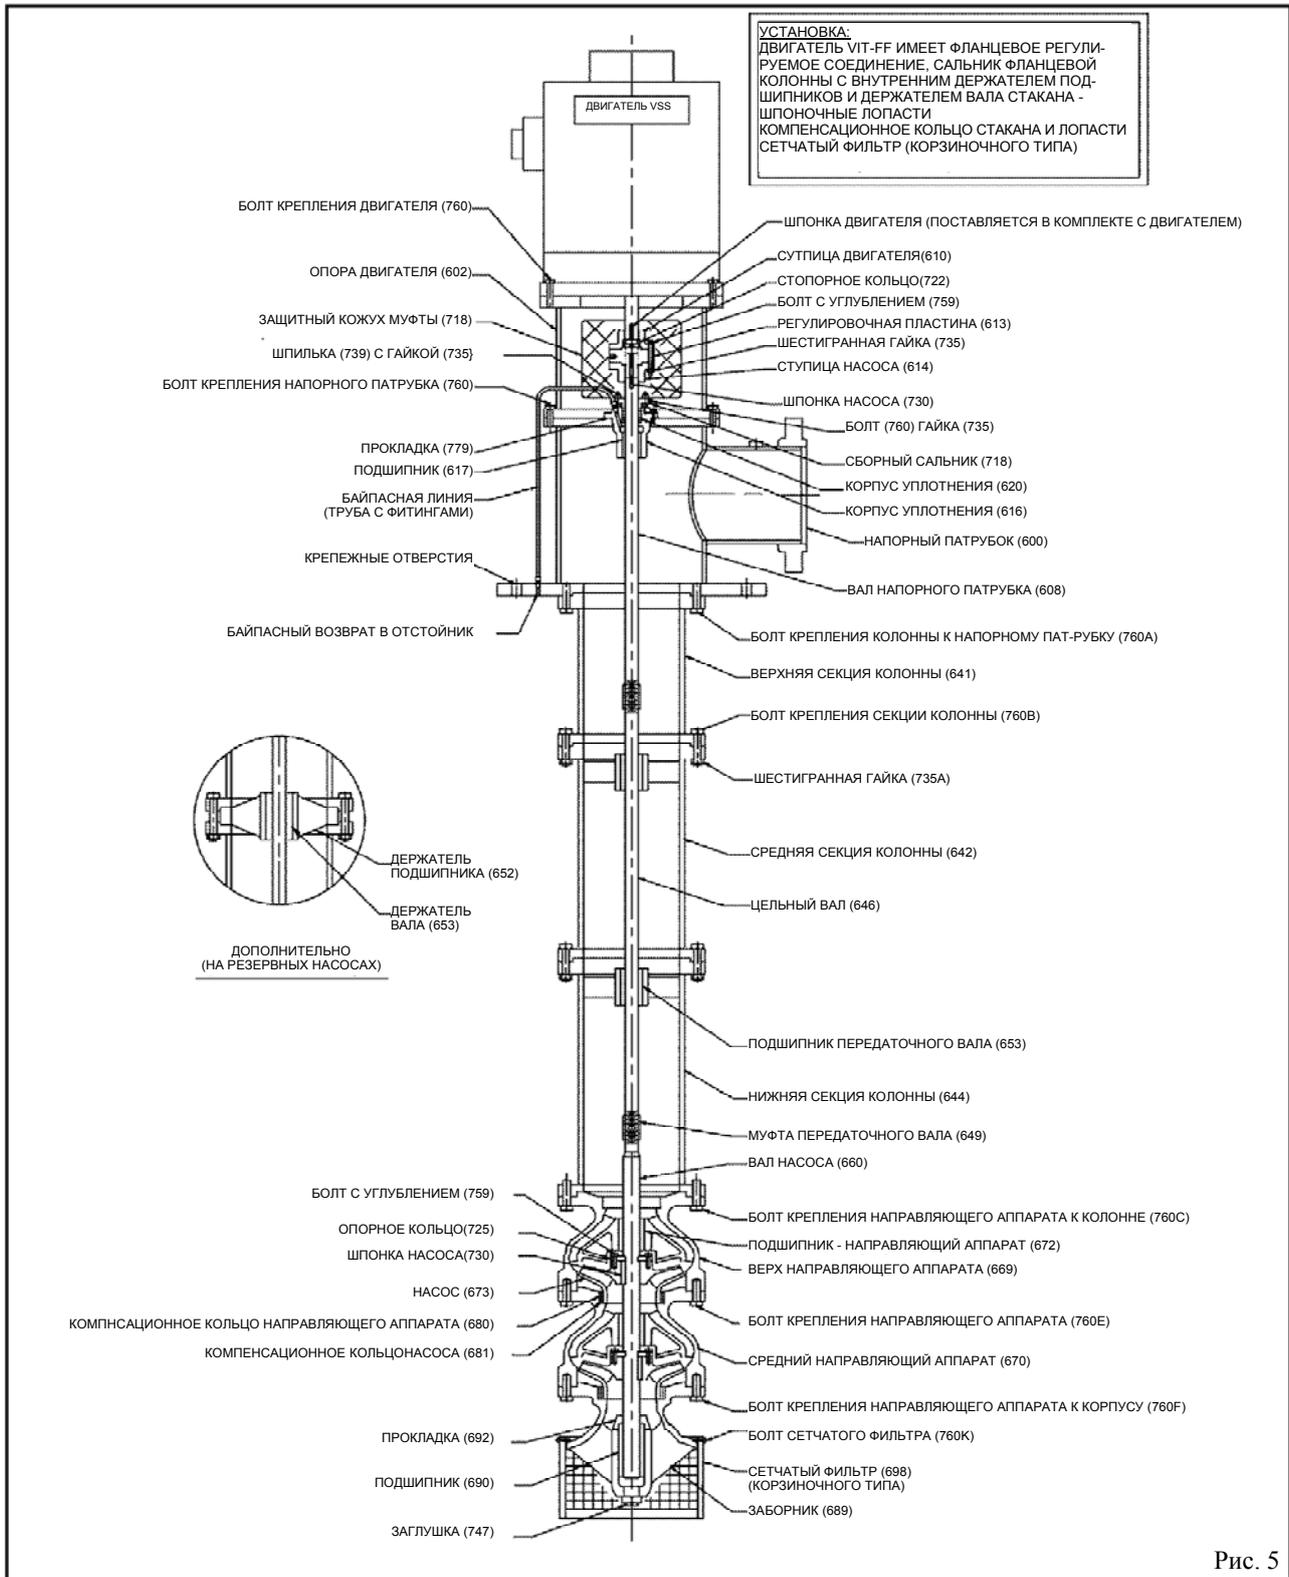

Рис. 5
1. Проверьте передаточный вал (608) и вал насоса (646) на предмет отсутствия деформаций (искривления). Средний показатель общих отклонений должен быть менее 0.0005" TIR (0.013 мм) на фут (0.305 м), не превышать 0.005" T.I.R. (0.127 мм) на каждые 10 футов (3 м) вала.
2. См. Рис. 5. Нанесите тонкий слой смазки на вал насоса (646) и на резьбу соединения (649) (для не истирающегося, или Molykote для истирающегося материала). Закручивайте вручную до тех пор, пока не почувствуете сопротивление. Тонкая проволока, вставленная в высверленное отверстие в центр соединения, может быть использована в качестве щупа для определения правильного положения соединения (муфты) на вале насоса. Удалите проволоку после установки муфты. Завершите соединение, используя пару газовых ключей, один на верху вала насоса (660) и другой на соединении (649). Вставьте верхний вал в соединение до упора. Не используйте газовые ключи на поверхности шейки подшипника.
6. Расположите держатель подшипника (653) с подшипником (652) над валом насоса (646) и поместите его в отверстие нижнего фланца колонны (644) (см. Рис. 5).
7. Установите резьбовое соединение (649) на выступающий край вала (646), если требуется.
8. Смонтируйте следующую секцию колонны (642), или верх колонны (641), если требуется. Совместите отверстие нижней колонны [или держатель подшипника (643)] с отверстием верхней колонны, зафиксируйте стяжными болтами (760В) и шестигранными гайками (735А), что необходимо для правильной установки всех колонн и валов. Затяните стяжные болты шестигранными гайками поэтапно и равномерно.
12. Расположите держатель подшипника (653) с подшипником (652) над валом насоса (646) и поместите его в отверстие нижнего фланца колонны (644) (см. Рис. 5)
13. Установите следующий узел соединения вала на выступающий край вала (646), если требуется, выполняя шаги 4-8, показанные выше.
14. Смонтируйте следующую секцию колонны (642), или верх колонны (641), если требуется. Совместите отверстие нижней колонны [или держатель подшипника (653)] с отверстием верхней колонны, зафиксируйте стяжными болтами (760В) и шестигранными гайками (735А), что необходимо для правильной установки всех колонн и валов. Затяните стяжные болты шестигранными гайками поэтапно и равномерно.